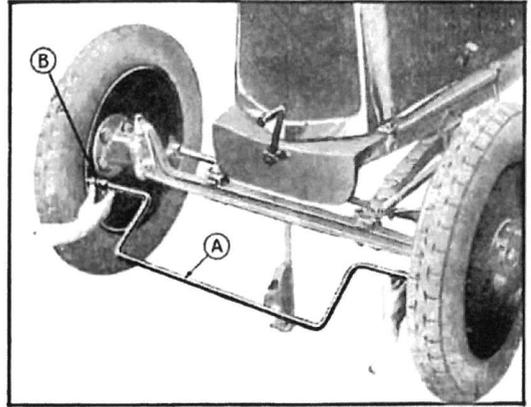

Fig. 267. — Vérification du parallélisme à l'aide du compas spécial A.
- 4—Vérifier à l'aide du compas de réglage le parallélisme, l'écartement AV. des jantes, à hauteur des bouchons de valves (fig. 267).